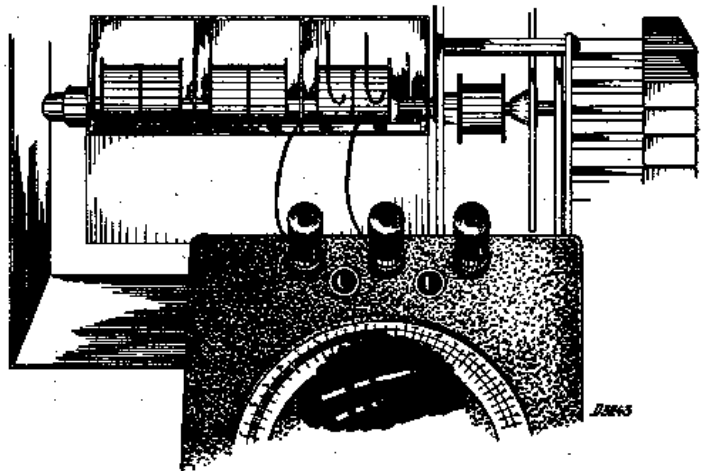

Fig. 5
1. Dessouder les connexions de C9 (fig. 5).